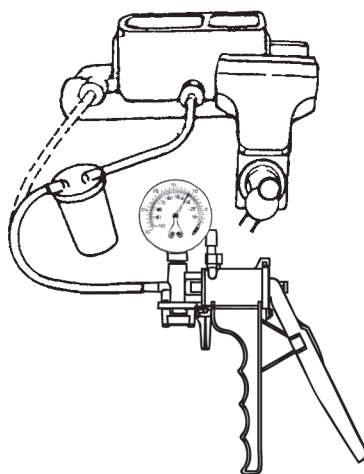

FIGURE 19: PURGE SUR ÉTABLI
3) Enlever un bouchon du maître-cylindre et raccorder l'adaptateur correct à cet orifice de sortie du maître-cylindre. Raccorder le tube de pompe au récipient et celui de ce dernier à l'adaptateur (FIGURE 19).